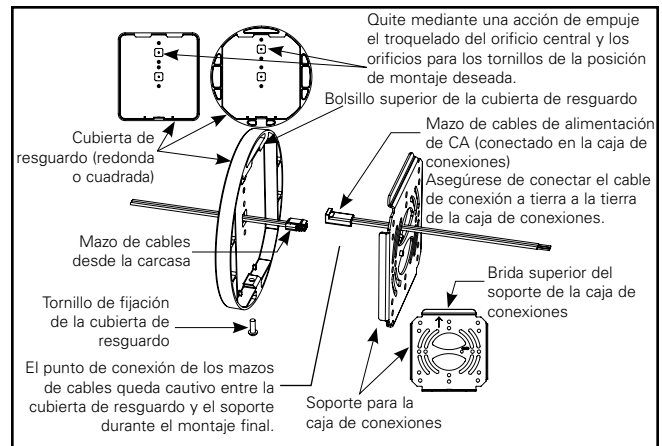

Figura 1.
- Pase el extremo del conector del mazo de cables de alimentación de CA a través de una de las ranuras centrales del soporte de la caja de conexiones para que sea accesible cuando se monte el luminario (Ver Figura 1).